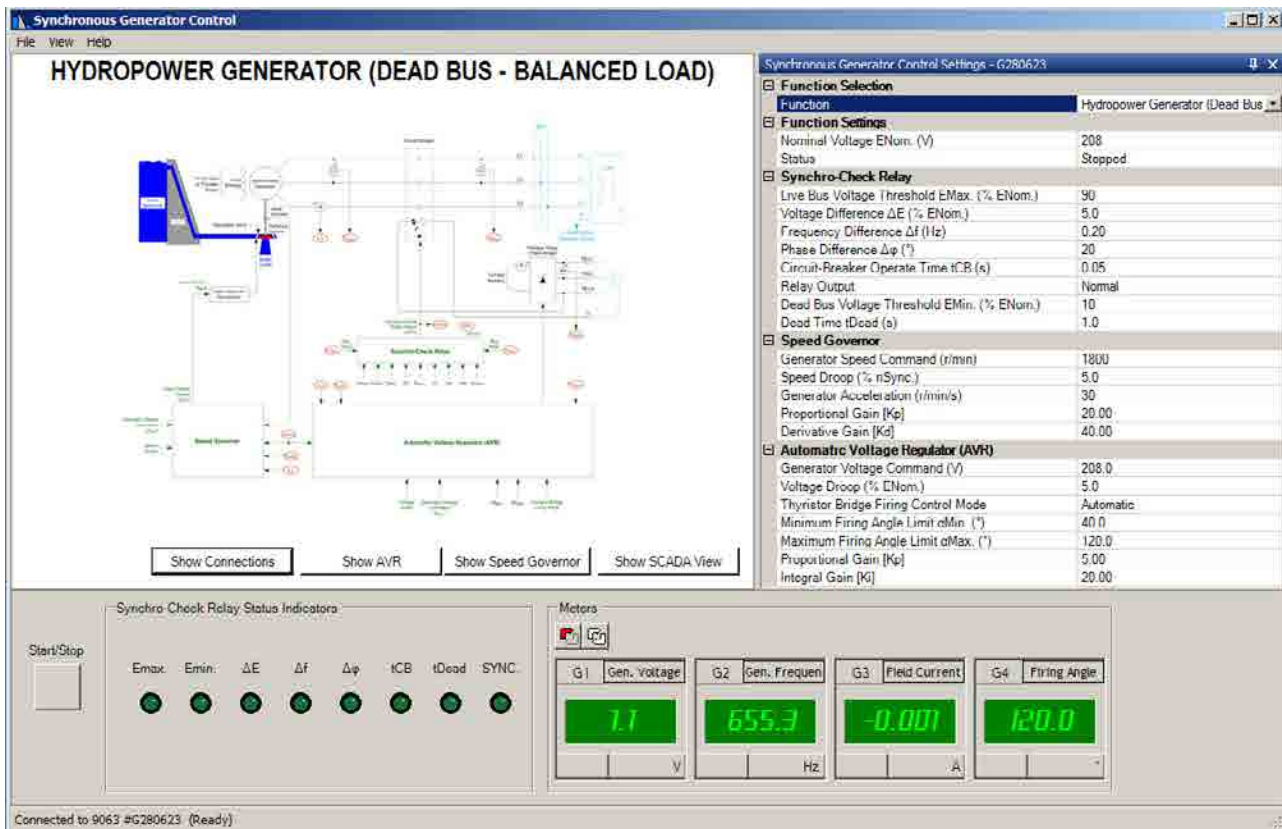

Figure 13 : Fenêtre Commande d'alternateur synchrone, lorsque la fonction Alternateur hydroélectrique (Bus mort - Charge équilibrée) est sélectionnée.
14. Avec des fonctions avancées, comme la fonction Alternateur hydroélectrique (Bus mort - Charge équilibrée) disponible dans la fenêtre Commande d'alternateur synchrone, il peut y avoir plusieurs boutons sous le schéma du circuit électrique, comme le montre la figure 13.